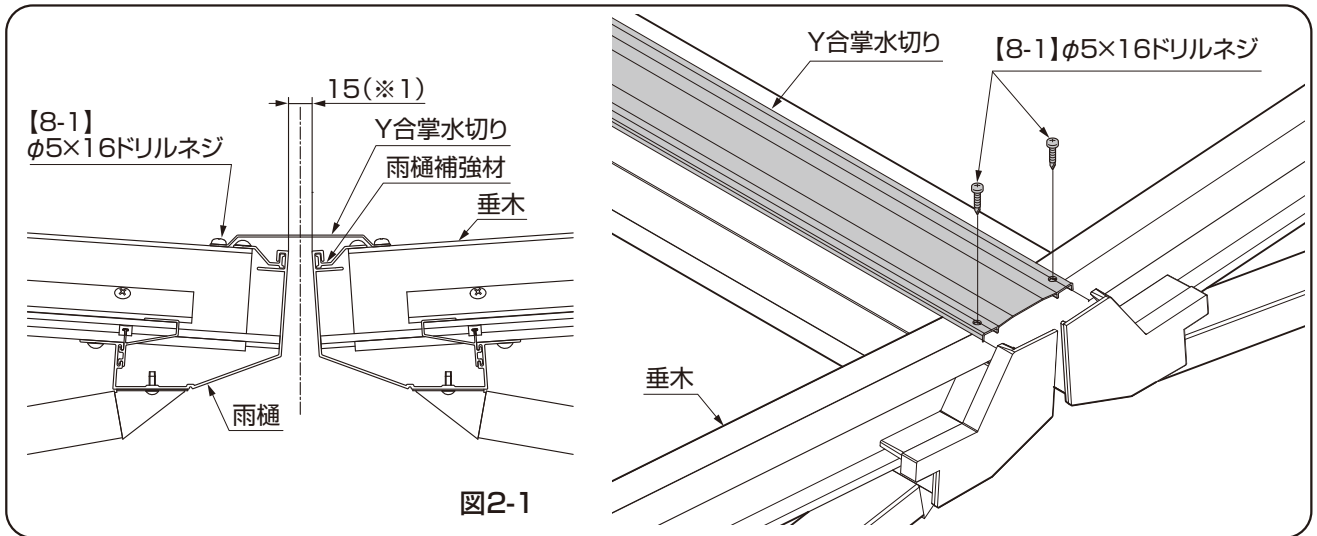

図2-1
- ①端部柱側の①LEDライトを、LEDライト埋込桁間カバーにLEDライト取付けネジで取り付けてください。(図2-1、図2-2参照)
- ②端部柱側の②LEDライト埋込桁間カバーフタを、LEDライト桁間カバーに端部柱側から差し込み、【4-1】Φ5×16ドリルネジで取付けてください。(図2-1、図2-3参照)
- ③①と④のLEDライト間の③LEDライト埋込桁間カバーフタを、LEDライト桁間カバーに中間柱側から差し込み、【4-1】Φ5×16ドリルネジで取付けてください。(図2-1、図2-3参照)
- ④中間柱側の④LEDライトを、LEDライト桁間カバーにLEDライト取付けネジで取付けてください。(図2-1、図2-2参照)
- ⑤中間柱側の⑤LEDライト埋込桁間カバーフタを、LEDライト桁間カバーに中間柱側から差し込み、【4-1】Φ5×16ドリルネジで取付けてください。(図2-1、図2-3参照)
- ⑥ LEDライト取付け後、③ LEDライト埋込桁間カバーフタにあけたφ10の穴にプッシュボタンを取付けてください。